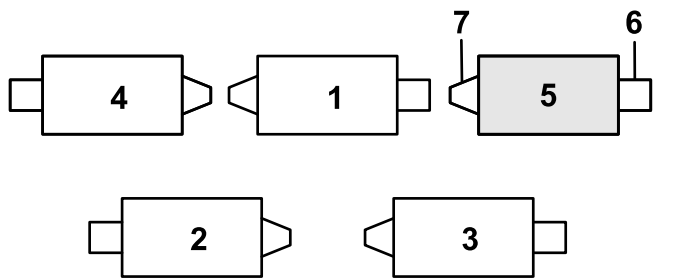

Figura 12
- Si la chaveta está instalada en el orificio trasero de la varilla de compensación del muelle, retire la chaveta e introdúzcala en el orificio situado junto al soporte (Figura 12).